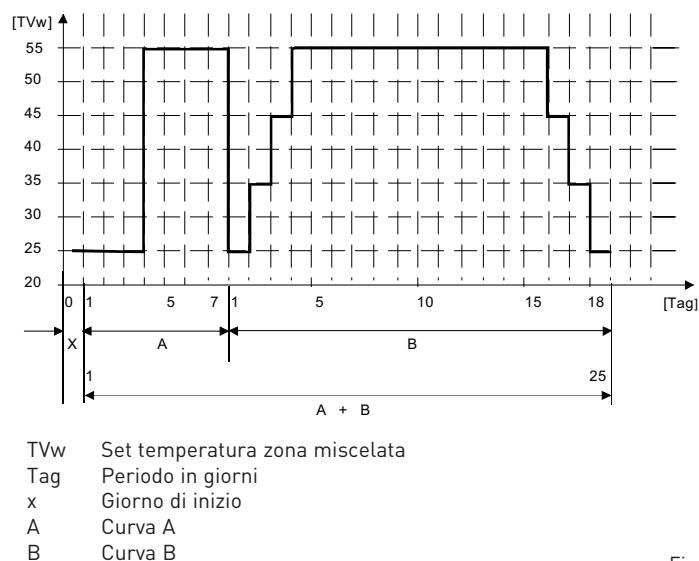

Fig. 22/a
4.4.5 Smontaggio dello scambiatore a piastre (fig. 22/b)